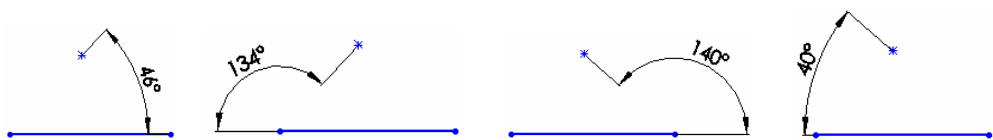

图 3-12 直线与点之间角度的标注形式
- 直线与点之间的夹角：标注直线与点之间的夹角，有顺序差别。选择的顺序是：直线的一个端点→直线的另一个端点→点。一般有4种标注形式，如图3-12所示。